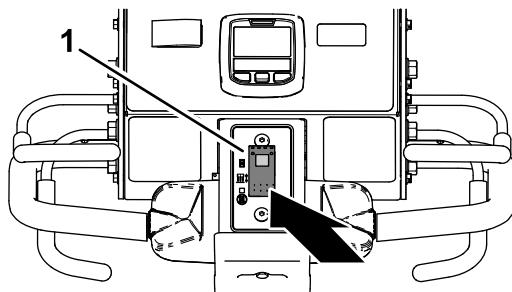

Bild 93
1. Drücken Sie den unteren Teil des Absenkschalters (Bild 93) in die SOFORTIGES ABSENKEN-Stellung.